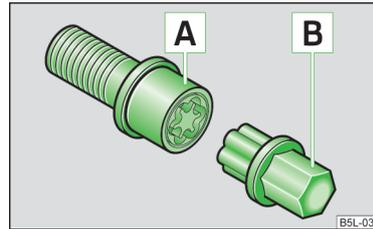

Fig. 147
- Introducir el adaptador [B] » fig. 147 con su lado dentado hasta el tope en el dentado interior del tornillo de rueda antirrobo [A], de tal modo que ya sólo sobresalga el hexágono exterior.